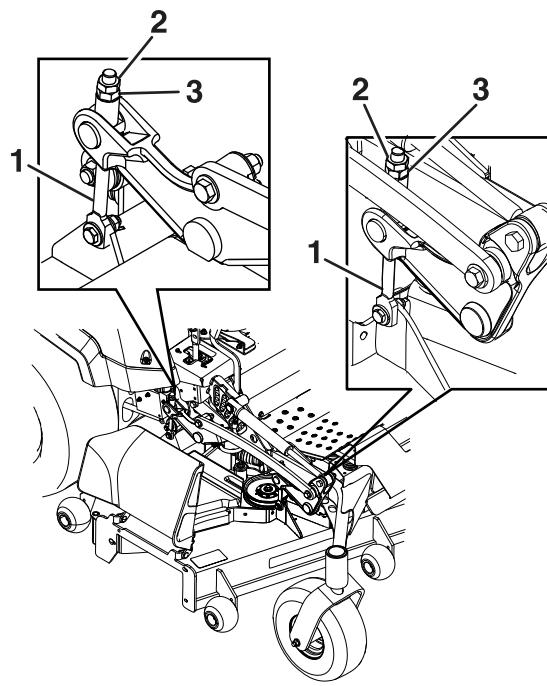

Figure 82
9. Ajustez précisément le serrage de l'écrou de réglage sur l'ensemble de levage du plateau avant (Figure 82).